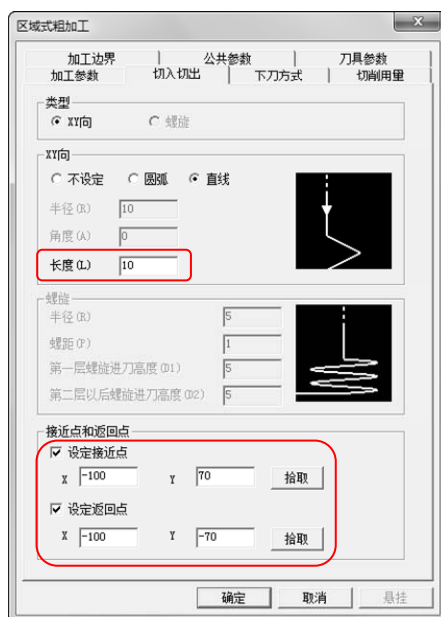

图 2-9 “切入切出”选项卡
2) 单击“切入切出”选项卡, 设置“类型”为“XY 向”, “XY 向”为“直线”, 具体“长度”、“接近点”、“返回点”参数数值如图 2-9 所示。